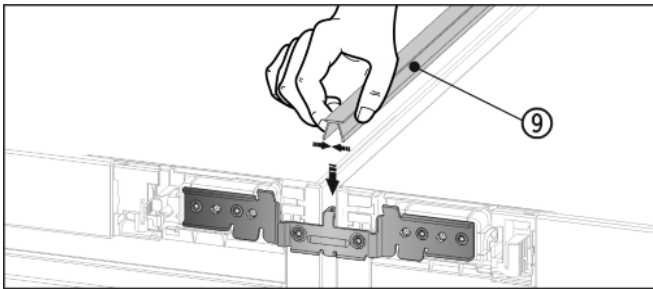

Fig. 13
- ▶ Druk aan de bovenkant de korte afdeklijst Fig. 13 (9) in de horizontale uitsparing.